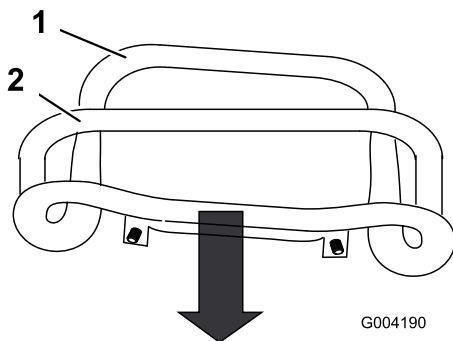

Bild 52
3. Ziehen Sie den Fahrtrieb gerade nach hinten, sodass die Vorderseite des Fahrtriebs den Anschlagbügel berührt (Bild 52).